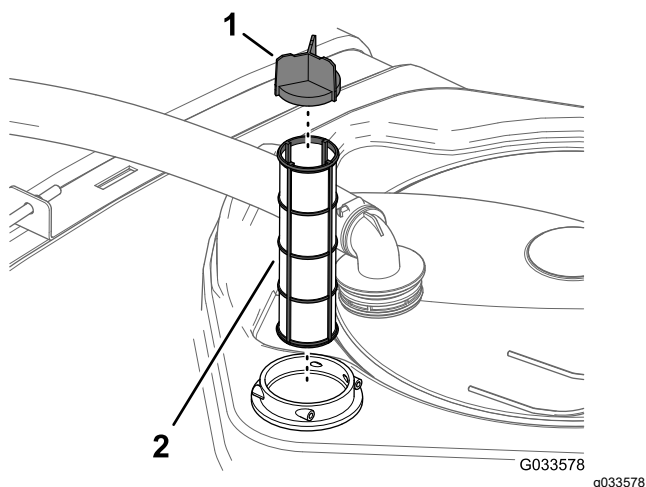

Figura 88
4. Retire el filtro de aspiración del alojamiento del filtro del depósito (Figura 88).